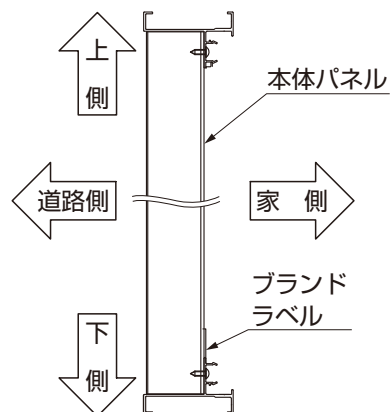

図5-3 パネル取付け方向
- 本体パネルは取付けの際に方向、向きに注意して取付けてください。（図5-3参照）